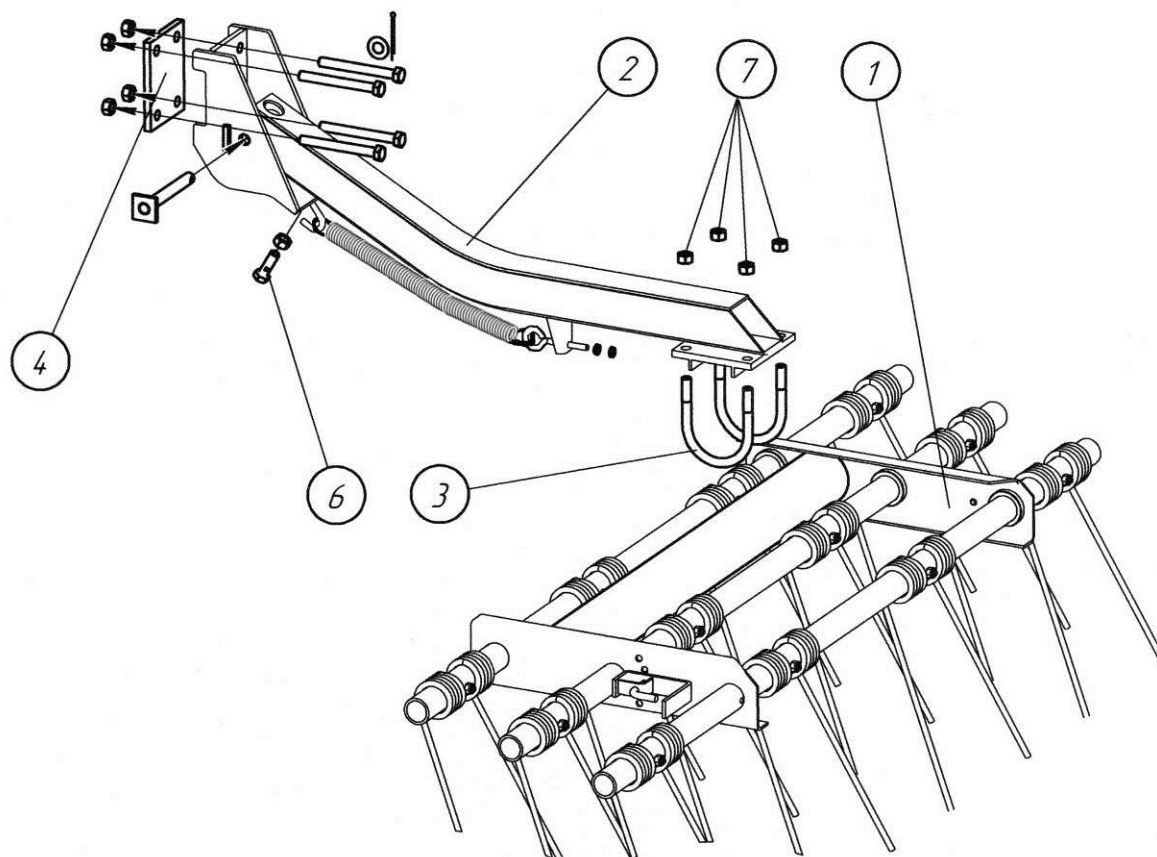

Рис. 4.8.1. Крепление секции трехрядной бороны
4.8.1. Закрепите секцию трехрядной бороны 1 на кронштейне 2 стремянками 3 и гайками 7 М16 (см. рис. 4.8.1).
4.8.3. Для обеспечения одинакового расстояния между зубьями соседних секций необходимо выдержать размер 510 мм между болтами соседних секций (рис.4.8.2). С помощью регулировочного болта 6 установите все бороны на одном уровне от земли. Поверните бороны в стремянках 3 так, чтобы передняя часть бороны была на 25 мм выше задней. Это обеспечит лучшее качество боронования и равномерный износ зубьев. Окончательно затяните гайки 7 (рис.4.8.1).